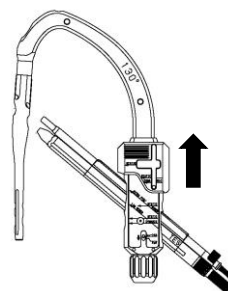
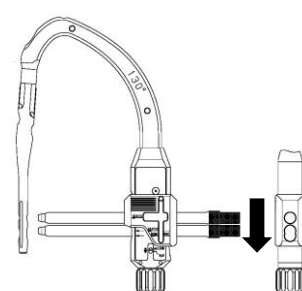
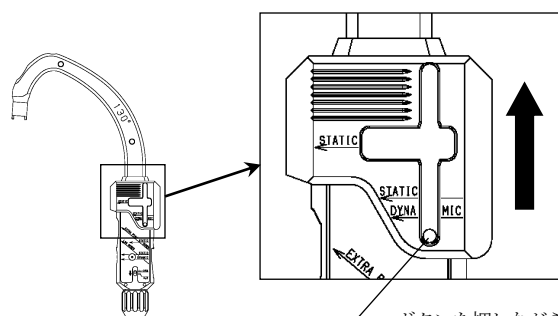

図9
図10
図11
- \* 8) ターゲットデバイス 130° には T/D130° 用セレクトガイドが取り付けられています。ラグスクリュー用スリーブを使用する際は、セレクトガイドを近位側へ移動させます (ストッパーで止まる位置まで)。 (図9) ディスタルスクリュー用スリーブを使用する際は、セレクトガイドを遠位側へ移動させ (ストッパーで止まる位置まで)、ターゲットデバイスのスリーブ穴と合致させます。 (図10) セレクトガイドは取り外しが可能です。その場合、ターゲットデバイス前面 (左脚の場合) の小さいボタン (ストッパー) をドライバー先等で押しながら移動させて下さい。 (図11)
ターゲットデバイス 130° の場合、スリーブを安定化させるため、セレクトガイドを介してスリーブを固定して下さい。（図 10）